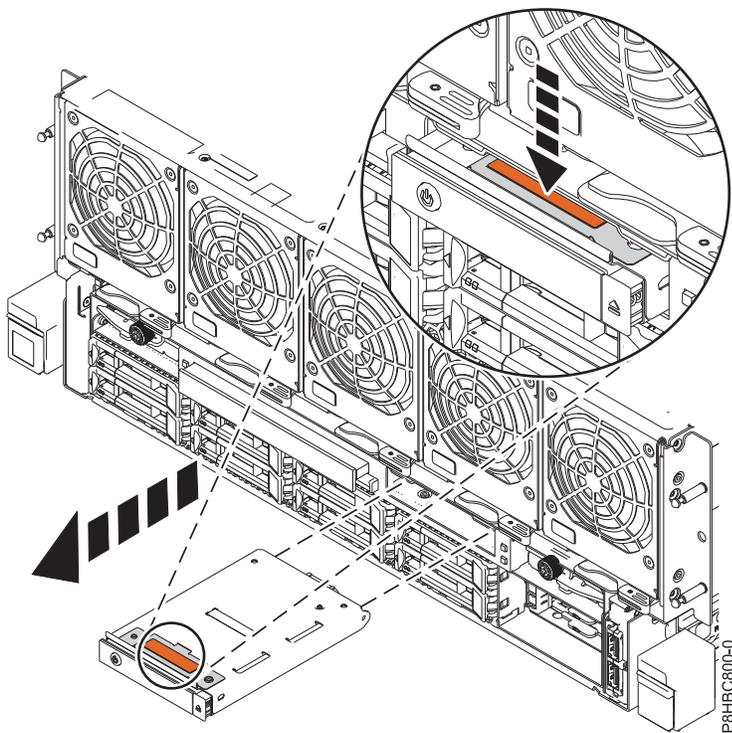

Figura 1. Remover um painel de controlo
2. Prima a patilha terracota e, em seguida, faça deslizar o painel de controlo para fora da ranhura, tal como é demonstrado na Figura 1 na página 3.